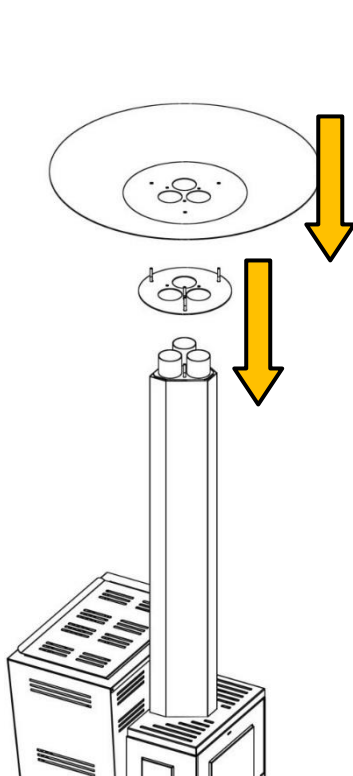

Fig. 4
- 3 Apoye encima de los tubos la placa de soporte y la parábola inferior, y después fije todo con las tuercas de mariposa suministradas (Fig. 4)